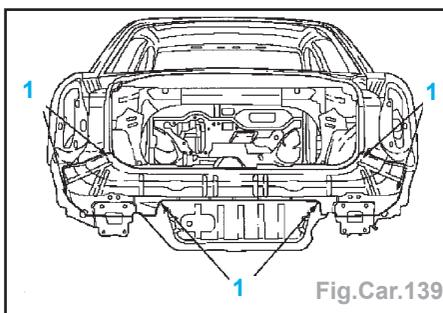

Fig.Car.139
- Pré-percer le panneau arrière extérieur (1) ; faire 11 perçages (Fig.Car.139).